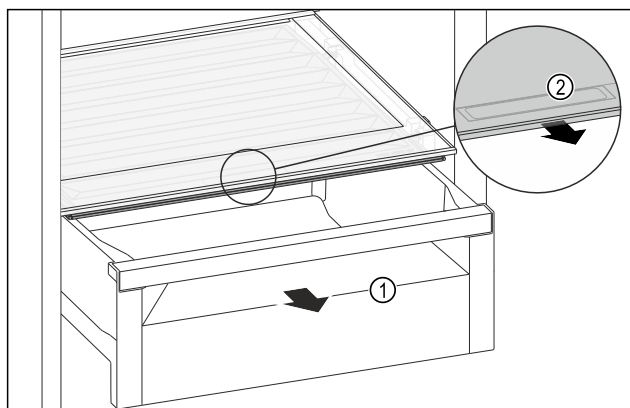

Fig. 187
- Tërhiqni jashtë sirtarin Fig. 187 (1).
- Kapni dorezën e futur Fig. 187 (2) në kapakun e ndarjes dhe në të njëjtën kohë tërhiqni përpara kapakun e ndarjes.